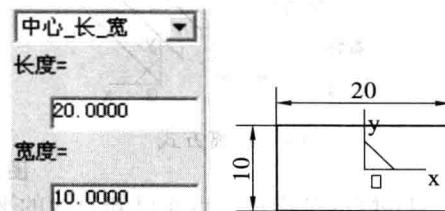

图 2-1-18 中心_长_宽方式
(2)中心_长_宽方式:给定矩形的长度和宽度值绘制矩形,如图 2-1-18 所示。